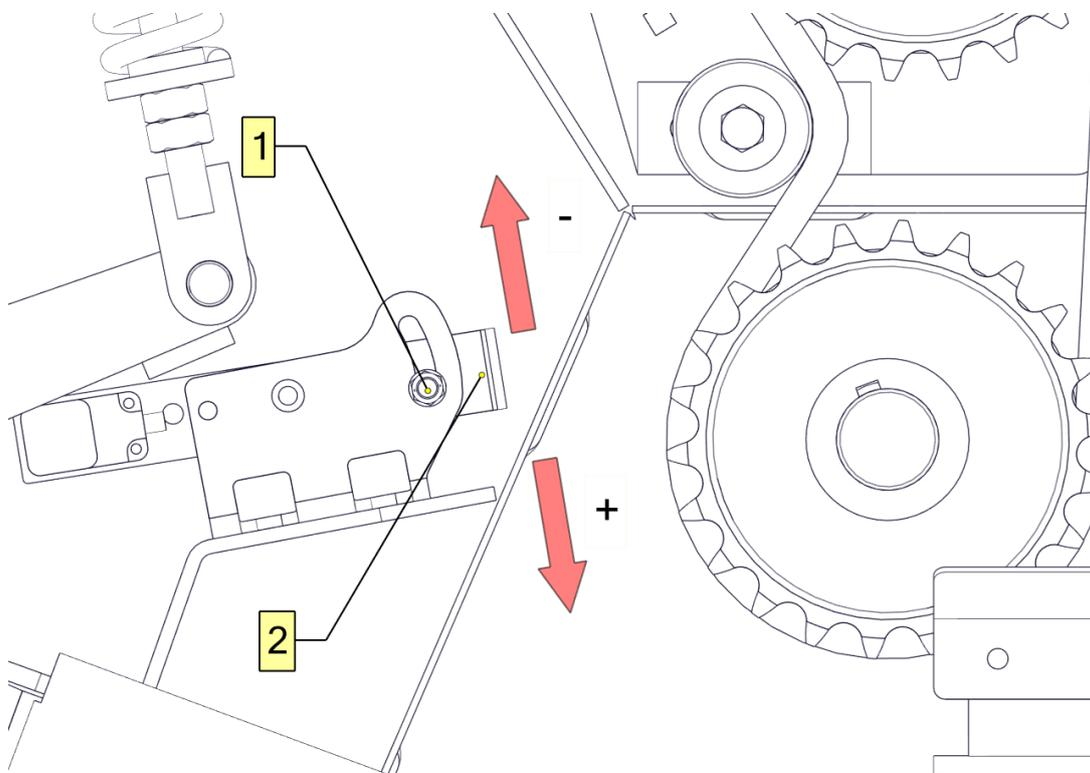

Abbildung 22. Regelung des Pressgrades
Der Pressgrad wird auf der rechten Seite der Maschine eingestellt. Um den Pressgrad zu ändern, lösen Sie wie in Abbildung 22 dargestellt die Mutter (1) und verwenden Sie dann den Hebel (2) zur Einstellung des Pressgrades. Das Verschieben des Hebels (2) nach oben verringert den Pressgrad, nach unten – vergrößert ihn. Nach der Korrektur die Mutter (1) anziehen.